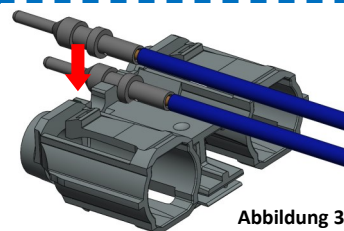

Abbildung 3
- Die unteren Führungs-/Hilfskabel wie in (Abbildung 3) gezeigt ausrichten